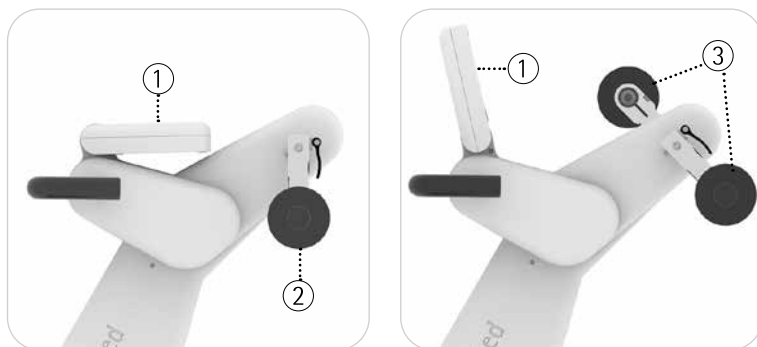

Fig. 4.4, 4.5
vedere Fig. 4.4, 4.5 Alzare l'unità di comando ① fino all'arresto. Eventualmente è possibile inclinare l'unità di comando ① in avanti.